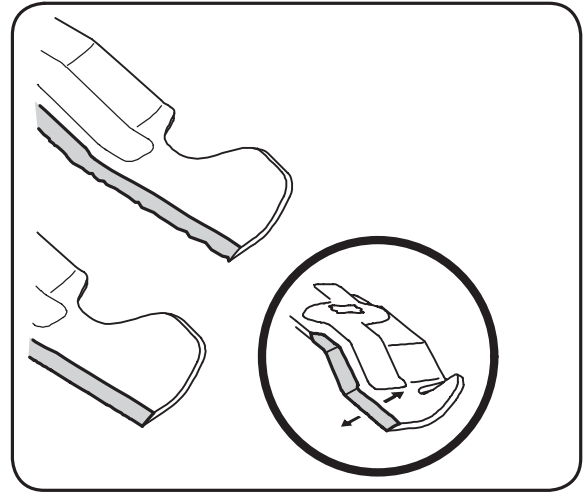

Figure 6-8
4. Pour aiguiser les lames, la même quantité de métal des deux extrémités des lames sur le côté tranchant. Aiguiser le bord tranchant sur toute sa longueur, parallèlement au bord arrière, soit à un angle de 25° à 30°. Voir la Figure 6-8.